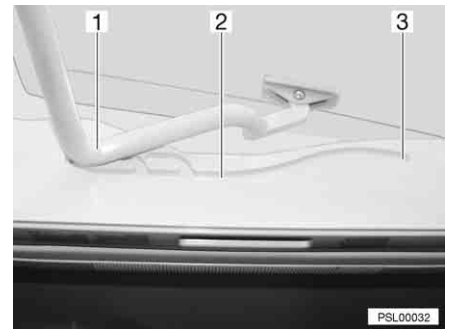

Bild 18 Kipp-Dachhaube, Führung
- Den Bügel (Bild 18,1) in den Führungen (Bild 18,2) bis in die hinterste Position (Bild 18,3) ziehen.
- Den Bügel (Bild 18,1) mit beiden Händen leicht nach oben drücken.
- Den Bügel in den Führungen (Bild 18,2) bis zur gewünschten Stellung ziehen.